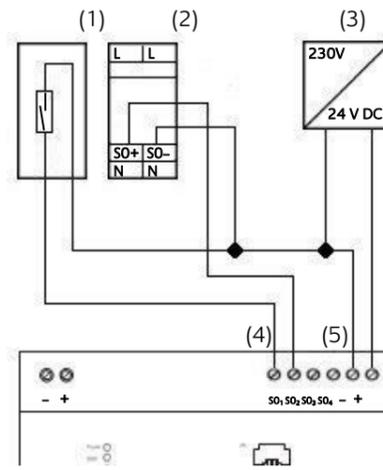

Abbildung 2: Anschlusszeichnung S0
- Bei Verwenden von S0: 24 V DC an die Anschlussklemme für die Spannungsversorgung der S0-Schnittstelle (Abbildung 2, 5) anschließen. **Nicht 230 V anschließen!**
- S0-Geräte an S0-Schnittstellen wie folgt anschließen (siehe Abbildung 2, 4).